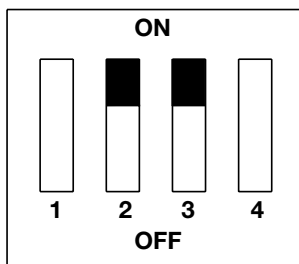

Bild 26: SW1
- Schalter SW1-2 und SW1-3 auf ON setzen (siehe Bild 26)